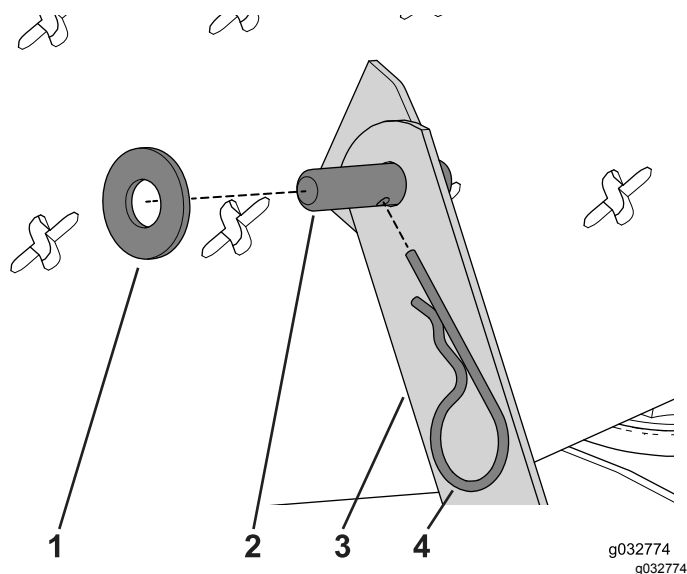

Figura 127
2. Utilize a anilha e o perno de gancho para prender o braço de elevação à placa do operador (Figura 127).